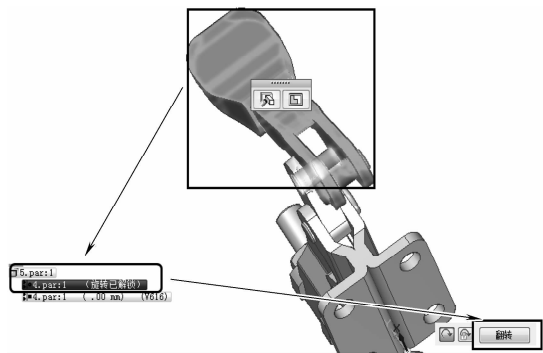
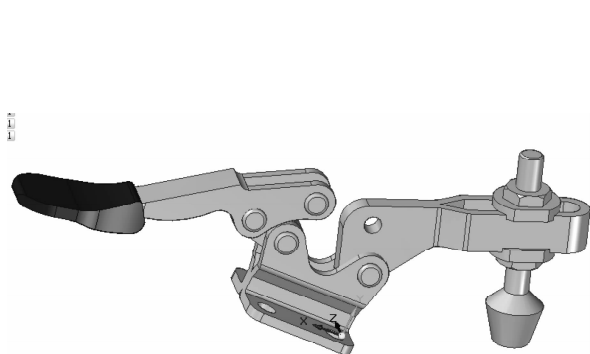

图 8-133 轴对齐翻转方向
图 8-134 翻转成功示意图
- (6) 配合之后【零件5】的方向反了，单击【零件5】后出现左侧的配合关系，在配合关系中单击【轴对齐】配合后在后侧出现【翻转】字样，单击【翻转】后，同轴配合方向就会旋转 180 度，如图 8-133 所示。调整后的示意图如图 8-134 所示。